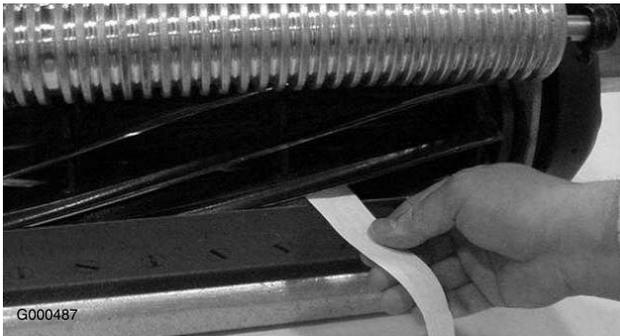

Figura 50
4. Numa das extremidades do cilindro, introduza uma longa tira de jornal entre o cilindro e a lâmina de corte (Figura 50). Enquanto roda ligeiramente o cilindro para a frente, rode o parafuso de ajuste da barra de apoio no sentido dos ponteiros do relógio (na mesma extremidade do cilindro) (Figura 49), uma posição de cada vez, até que o papel esteja ligeiramente apertado, quando inserido pela parte dianteira, paralela à lâmina de corte. Quando puxar o papel, sentirá uma ligeira pressão.
6. Depois de ajustar, verifique se o cilindro aperta o papel quando este for inserido pela frente e se corta o papel quando este for inserido num ângulo recto, relativamente à lâmina de corte (Figura 50). Deve ser possível cortar o papel ao mínimo contacto com a lâmina de corte e as lâminas do cilindro. Se notar uma pressão excessiva sobre o cilindro, pode ser necessário voltar a polir a unidade de corte para obter pontas afiadas, imprescindíveis para um corte de precisão (consulte o manual de afinação de cilindros da Toro).